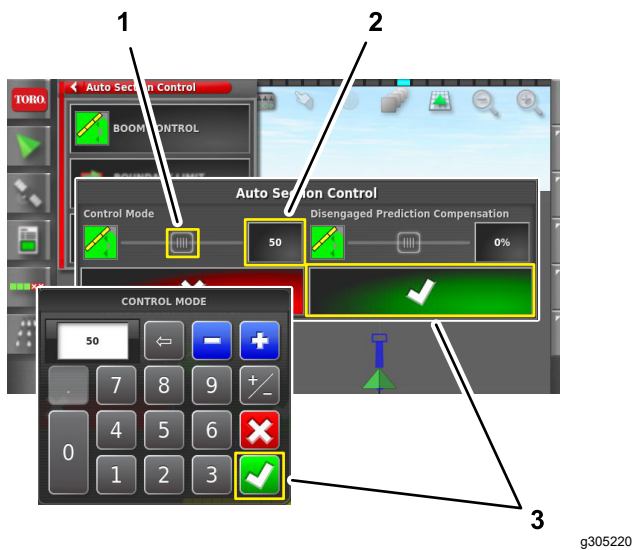

Bild 108
3. Stellen Sie die Einstellung des Steuermodus (Bild 108) wie folgt ein:
- Tippen Sie auf das Symbol WERT, geben Sie einen Wert mit der Bildschirmtastatur ein und tippen Sie auf das Bestätigen-Symbol.(Bild 108).
- Schieben Sie den Schieberegler auf dem Bildschirm nach links oder rechts (Bild 108).